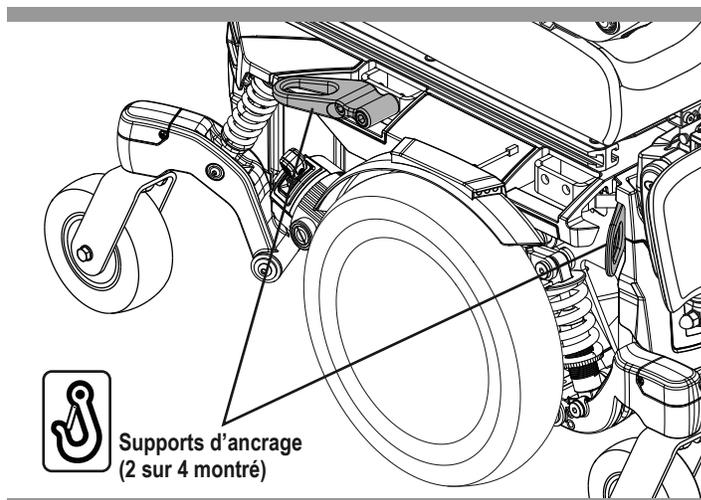

Figure 6. Support d'ancrage système transport
Si votre fauteuil motorisé est équipé d'un système d'ancrage pour le transport, celui-ci possède des supports avants et arrière pour l'ancrage et peut être équipé des supports pour la fixation de la ceinture de positionnement. **Voir la figure 6.** Référez-vous aux informations supplémentaires contenues dans le manuel du fauteuil motorisé pour les instructions sur l'utilisation du système d'ancrage.
- Fixez les quatre (4) courroies aux points d'ancrage désignés et identifiés par le symbole d'ancrage sur le fauteuil motorisé. **Voir les figures 6 et 7.** Serrez-bien les courroies pour retirer le jeu excessif.